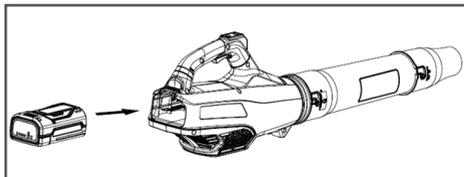

Рис. 2 Установка аккумулятора
3. Вставьте аккумулятор в аккумуляторный отсек, пока не услышите щелчок (Рис. 2). Убедитесь, что аккумулятор полностью вставлен и зафиксирован. Чтобы извлечь аккумулятор, нажмите кнопку разблокировки и выньте аккумулятор.